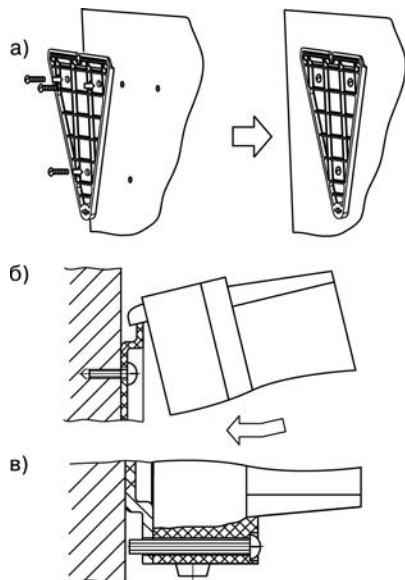

Рисунок 6.1 - Установка прибора в корпусе настенного крепления
1. Закрепите кронштейн тремя винтами M4 на поверхности, предназначенной для установки прибора (см. прил. А и **рис. 6.1, а**).
2. Зацепите крепежный уголок на задней стенке прибора за верхнюю кромку кронштейна (**рис. 6.1, б**).
3. Прикрепите прибор к кронштейну винтом из комплекта поставки (**рис. 6.1, в**).